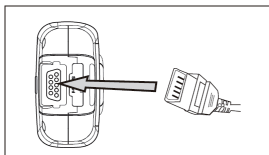

図 4.1
2. SpO₂プローブをプローブソケットに差し込みます（図4.1を参照）。SpO₂プローブが本体から外れた場合、「プローブが接続されていません（Probe Off）」というメッセージがスクリーン左上のステータスバーに表示されます。